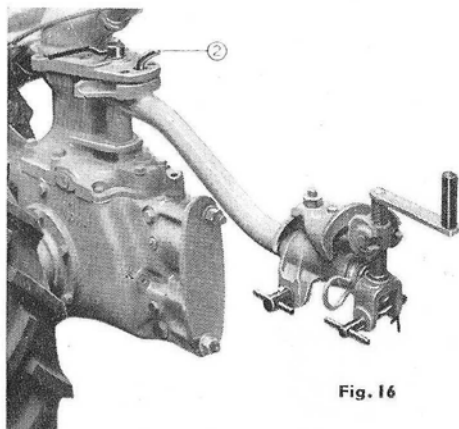

Fig. 16
b) **Articulation limitée et bordayage** (fig. 16). - La broche est placée dans le trou central du secteur.